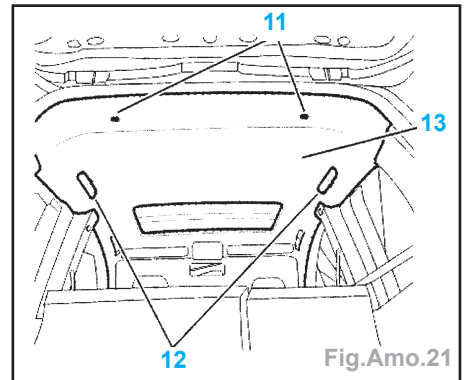

Fig.Amo.21
- les fixations D et G (8),
- la garniture D et G inférieure de custode (9),
- la garniture D et G de custode (10).
- Déposer (Fig.Amo.21) :